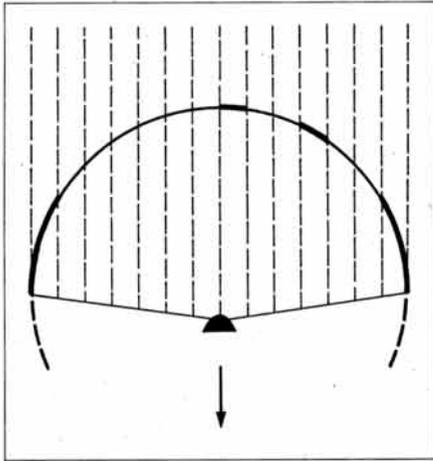

Abb. 7: Schematisches Verteilbild eines Pralltellers aus der Vogelperspektive.
– Der Prallteller verteilt die Gülle auf einer halbkreisförmigen Fläche (**Abb. 7**). In den Aussenzonen ist die Verteilstrecke auf einer bestimmten Breite im Vergleich zur Mitte bedeutend länger. Dadurch erklärt sich, dass gegen die äusseren Ränder deutlich grössere Güllmengen auf den Boden gelangen als in der Mitte hinter dem Verteiler, was die Bildung von Höckern im Verteilbild zur Folge hat. Bestätigt wird diese Hypothese dadurch, dass die Verteilgeräte mit grossem Winkel im Streubild (180° und mehr) starke Höcker (Küng-Kombi), solche mit kleinerem Winkel weniger ausgeprägte Höcker (Simplex-Kombi) aufweisen.